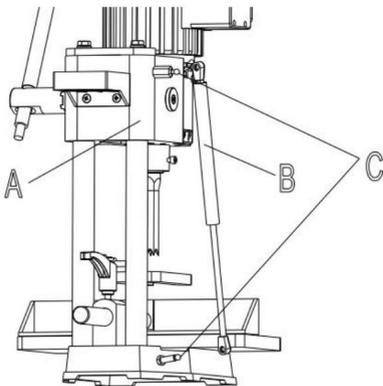

Afbeelding 3
- 2.2. Beitelemachinekop (E) Afbeelding 3 omhoog brengen door de hendel te draaien